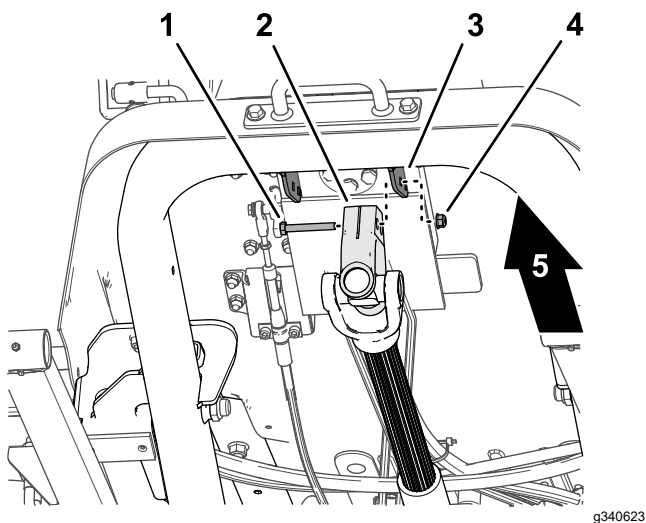

Рисунок 17
1. Удерживая ведущий вал, отверните колпачковый винт и контргайку, которые крепят вилку ведущего вала к монтажному кронштейну клапана рулевого управления (Рисунок 17), и осторожно опустите ведущий вал.